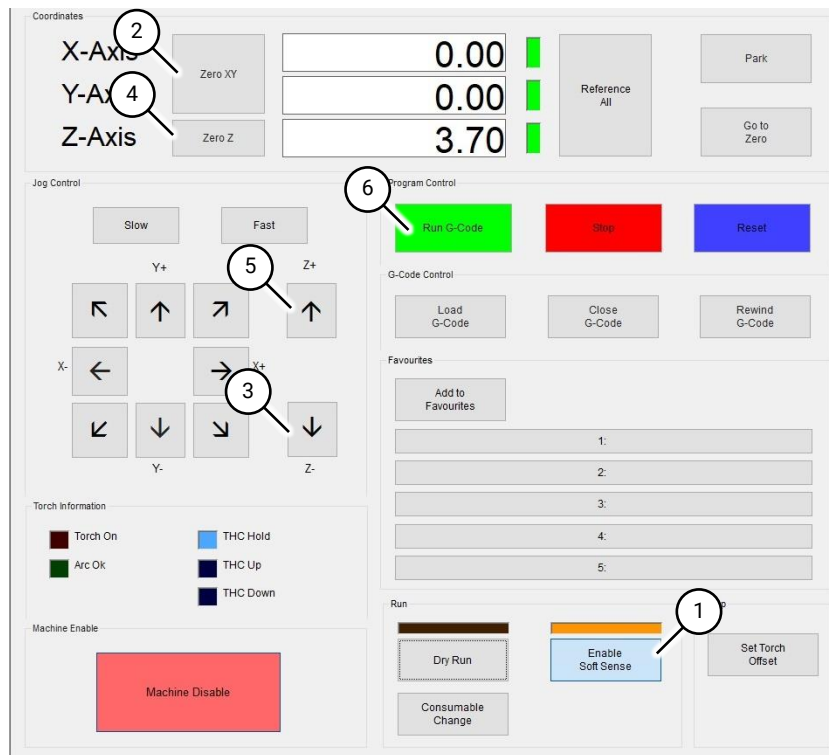

Fig 72 Section de la boîte de découpe
3.1 Appuyez sur le bouton "Désactiver Soft Sense" (Fig 72 (1)).
- 3.2 Déplacez le chalumeau à la position de départ et appuyez sur le bouton Zéro XY (Fig 72 (2)).
- 3.3 Déplacez l'axe Z vers le bas sur la surface de la boîte à l'aide du bouton Z (Fig 72 (3)) jusqu'à ce que la pointe du chalumeau touche la section de la boîte.
- 3.4 Appuyez sur le bouton Zéro Z (Fig 72 (4)). Sélectionnez le consommable qui s'adapte au chalumeau, puis sélectionnez "Ok". Le compteur numérique de l'axe Z passe à 0,00.
- 3.5 Déplacez légèrement l'axe Z vers le haut à l'aide du bouton Z+ (Fig 72 (5)) pour donner l'espace nécessaire aux premiers mouvements.
- 3.6 Appuyez sur le bouton Run G-Code (Fig 72 (6)).